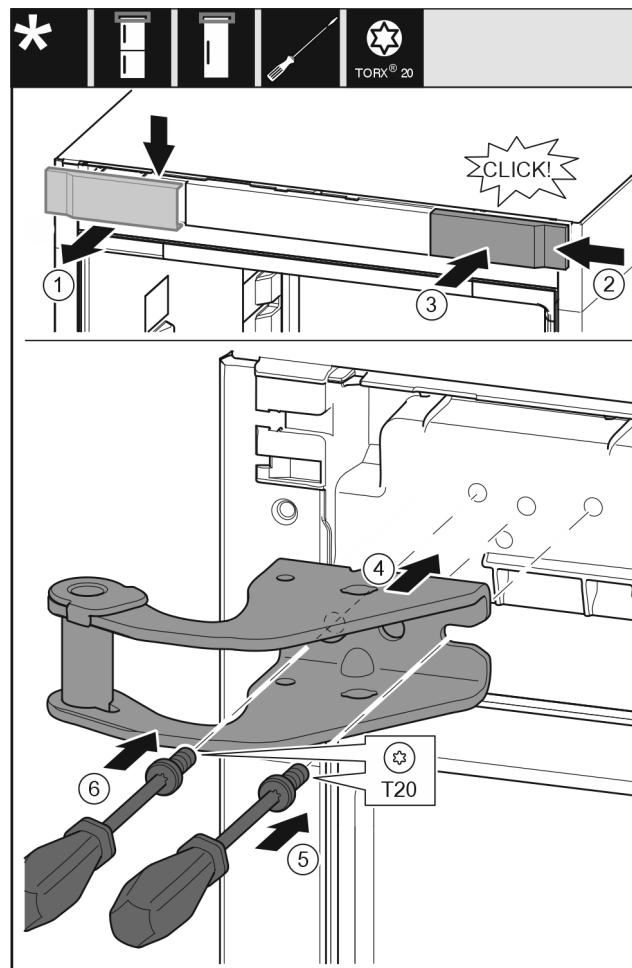

Fig. 14
- Fjern dekselet Fig. 14 (1) fra toppen og fremover.
- Snu dekselet Fig. 14 (2) 180° og heng det på den andre siden mot høyre.
- Smekk dekselet Fig. 14 (3) i lås.
- Plasser den øvre lagerbukken Fig. 14 (4) i.
- Sett inn og trekk til skruen Fig. 14 (5) med en skrutrekker.
- Sett inn og trekk til skruen Fig. 14 (6) med en skrutrekker.